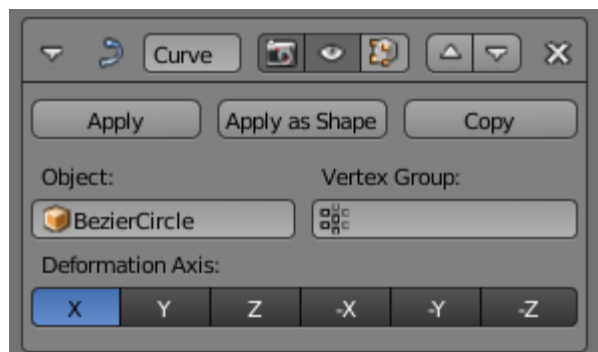

Figura 5.92
**20.** Seleccione a secção do rasto e associe-lhe um Modificador **Curve**. Na caixa Object seleccione o nome do objecto tipo Curve, figura 5.92.